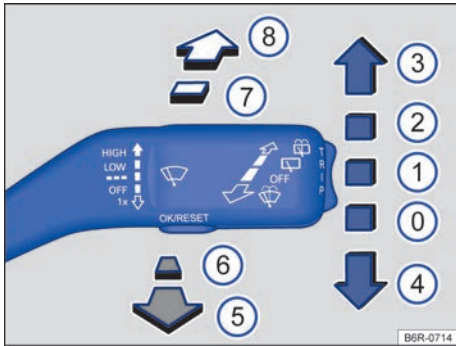

Fig. 62 Manejo de los limpiaparabrisas / lavaparabrisas y del limpialuneta / lavaluneta.
- Presione la palanca del limpiavidrios brevemente hacia abajo → fig. 62 ⓘ.